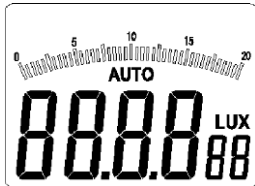

图 3-1-2C
4. 再次长按该键 1 秒，LCD 右上方的“PEAK”字样熄灭，LCD 正中间显示“AUTO”字样，返回自动测量模式（如图 3-1-2C 所示）。